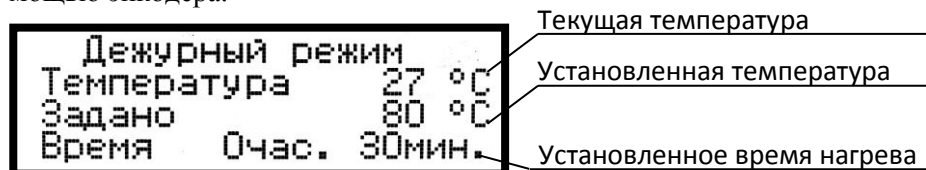

Рисунок 5 – Вид дисплея в состоянии ожидания
В состоянии ожидания на дисплее отображаются (рис. 5):
2.4.4.7 По истечении установленного времени нагрева подогрев плиты отключится автоматически, плита перейдет в состояние ожидания (см. рис. 5). В течение нескольких секунд будет раздаваться звуковой сигнал, начнет мигать подсветка дисплея, на дисплее появится надпись «НАГРЕВ ЗАВЕРШЕН!».